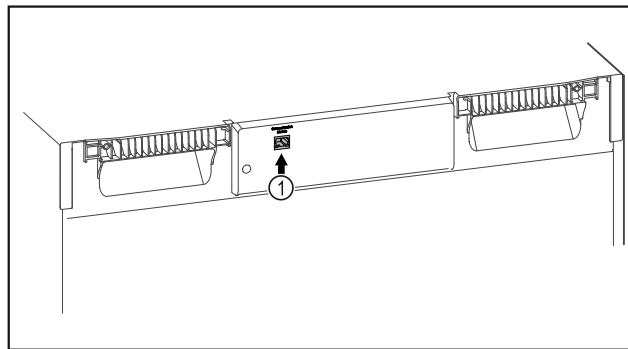

Fig. 107
- ❑ SmartModule Fig. 107 (1) установлен.